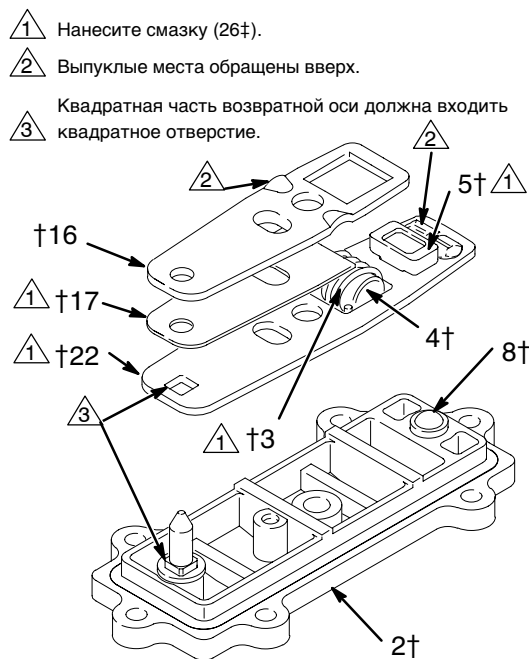

Рис. 11
5. Нанесите смазку на фиксаторное звено (22) и прокладку звена (17). Соберите фиксаторное звено, прокладку звена и приводное звено (16), как показано на Рис. 11. Выпуклые места на звеньях (22 и 16) должны быть обращены вверх.
6. Сожмите пружину (3) и вставьте ее и упор (4) в узел звена. Натяжение пружины будет удерживать все эти детали вместе. Нанесите смазку на наконечник клапана (5) и установите его в узел звена, как показано на рисунке.
7. Установите узел звена на крышку (2) таким образом, чтобы заостренный конец возвратной оси (21) проходил через отверстия в звеньях, и чтобы квадратная часть оси входила в квадратное отверстие. Убедитесь, что выпуклые места на фиксаторном звене (22) фиксируют шарик (8).